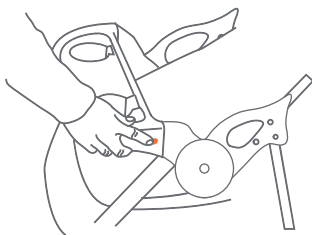

Fig. 11a
- 11) • Para acceder al asiento para niños:** Oprima el botón a presión rojo que está a la derecha y ejerza presión hacia arriba. La bandeja para niños se levantará y girará hacia arriba para permitir el acceso al asiento (Fig. 11a).